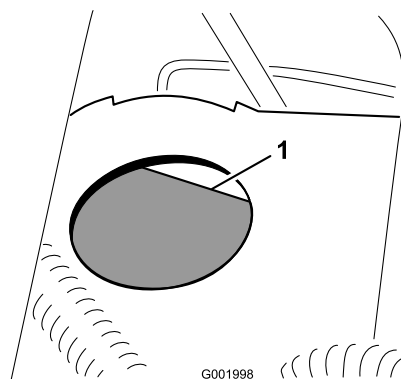

Figure 62
2. Le niveau de liquide doit atteindre le repère maximum sur le réservoir (Figure 62).